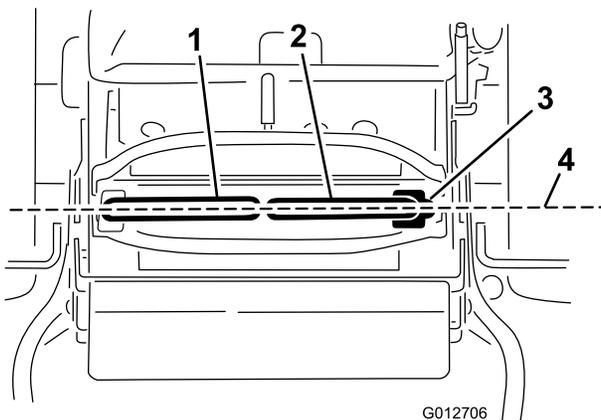

Figure 78
**Important:** Assurez-vous que l'alignement des roues de la machine est correct après avoir réglé les leviers de commande de déplacement. La procédure est identique pour régler l'alignement des roues et aligner les leviers de commande de déplacement longitudinalement (Figure 78).
1. Une fois le réglage horizontal terminé, contrôlez l'alignement avant/arrière en poussant légèrement les leviers de commande vers l'avant pour rattraper le mou de la timonerie des leviers de commande (Figure 78).